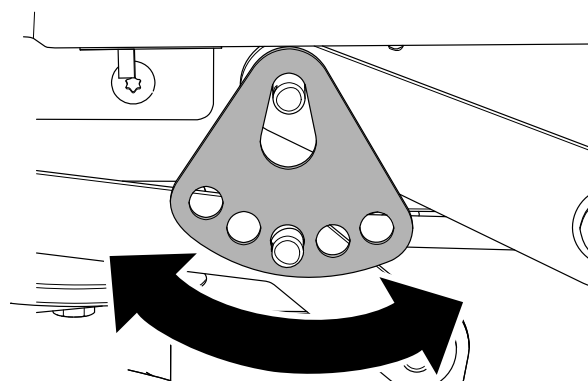

Figure 72
7. Tournez la plaque de hauteur de coupe à un trou différent pour que le poids du tablier de coupe soit soutenu après l'installation de la plaque (Figure 72).
8. Installez la rondelle et la goupille fendue (Figure 72).